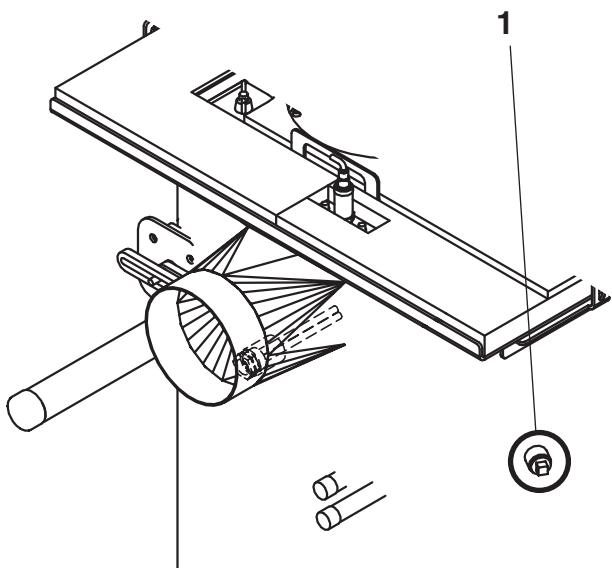

Fig. 05
- va montato un dispositivo di sicurezza termica (posizione della boccola ad immersione (1, Fig. 05 ed Fig. 06)).